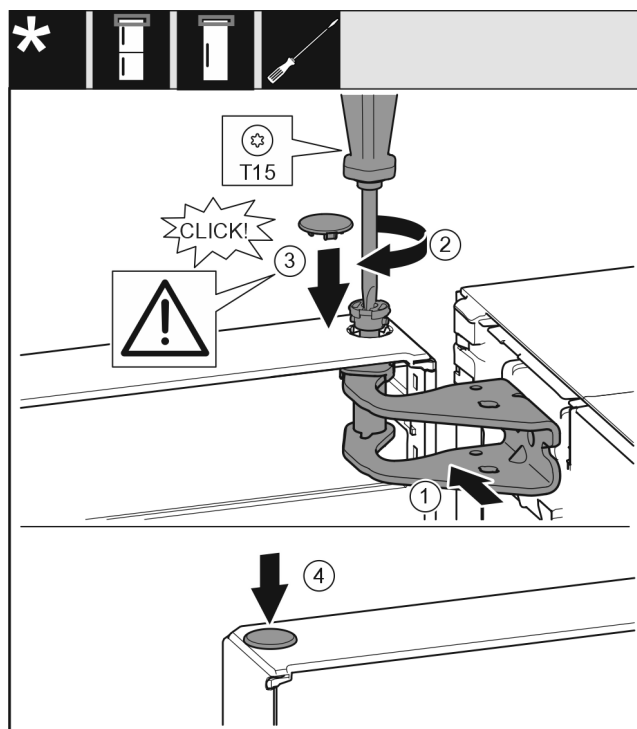

Fig. 34
- ▶ Dveře nahoře vyrovnejte s otvorem ve stojanu ložiska Fig. 34 (1).
- ▶ Vložte čep Fig. 34 (2) a pevně jej utáhněte šroubovákem.
- ▶ Nasad'te kryt Fig. 34 (3).
- ▶ Zkontrolujte, zda kryt Fig. 34 (3) doléhá na dveře.
- ▶ Nasad'te kryt Fig. 34 (4).